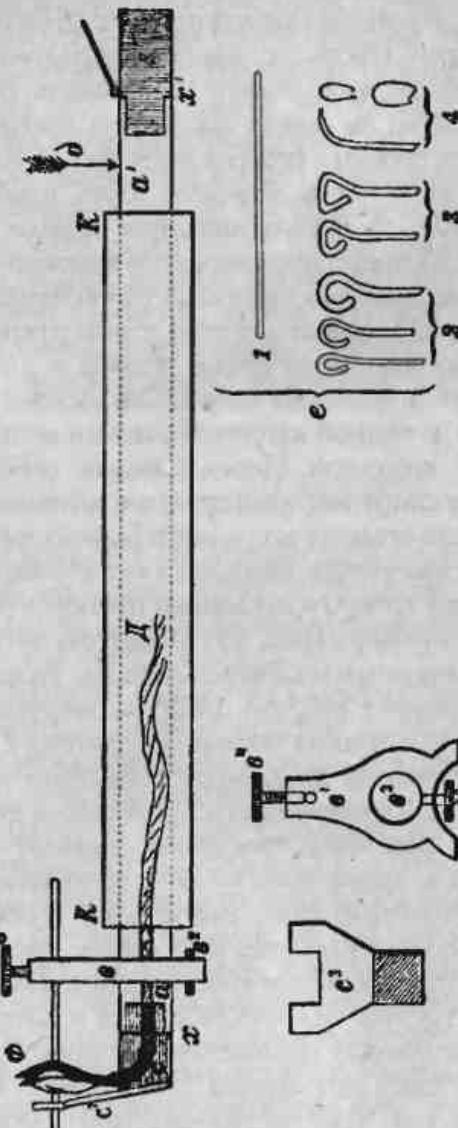

Рис. 82—85
1) латунной толстостенной трубы *aa*¹ (рис. 82) диаметром 1 см и 16,5 см длиной, в которую наливается спирт.
3) пробки *c* (обозначенной на рис. 82 штриховкой), сделанной из куска латуни и служащей для пропуска фитиля *D*, состоящего из 6—8 слабо скрученных бумажных прядей; фитиль *D* при помощи тонкой проволоки вводится через отверстие, находящееся вверху, в кривой
4) Затвор е (рис. 82) служит для того, чтобы препятствовать вытеканию спирта во время работы и когда прибор не работает и положен набок. Он состоит из ящичка, спаянного из тонкой латунной бляшки и снабженного откидной крышкой. Перед началом работы в ящичек е наливают спирт, который сразу же впитывается фитилем, после чего крышку закрывают. Если во время работы желают удостовериться, надо ли хватить спирта, то открывают крышку затвора и наклоняют прибор набок.